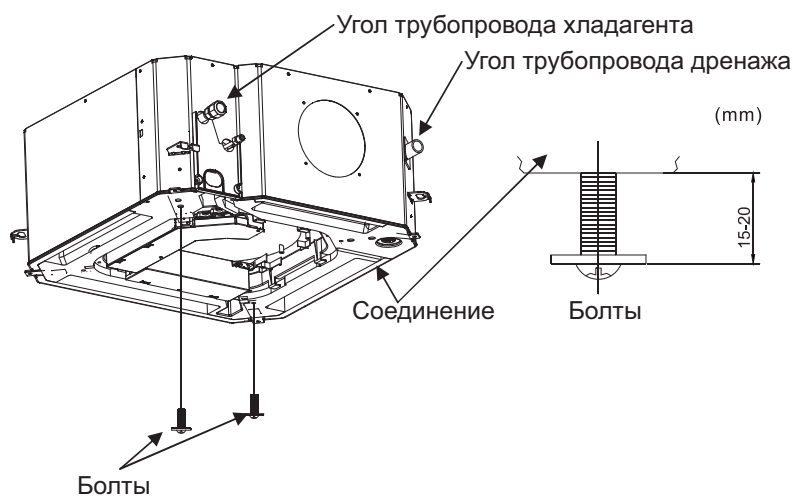

Рис. 24
- 1 Установить два болта (принадлежности) на главный блок (угол со стороны трубопровода хладагента и противоположный). Подробности можно найти на рис. 24. Оставить примерно 15 – 20 мм болта незавёрнутыми для того, чтобы панель висела на нём свободно.